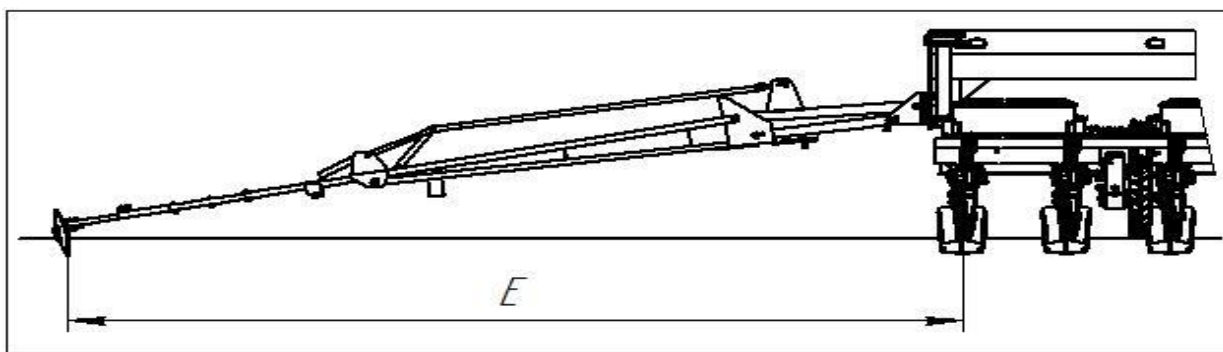

Рисунок 20. Длина маркера
2. Исходная длина маркера E устанавливается в зависимости от междурядья (рис. 20).